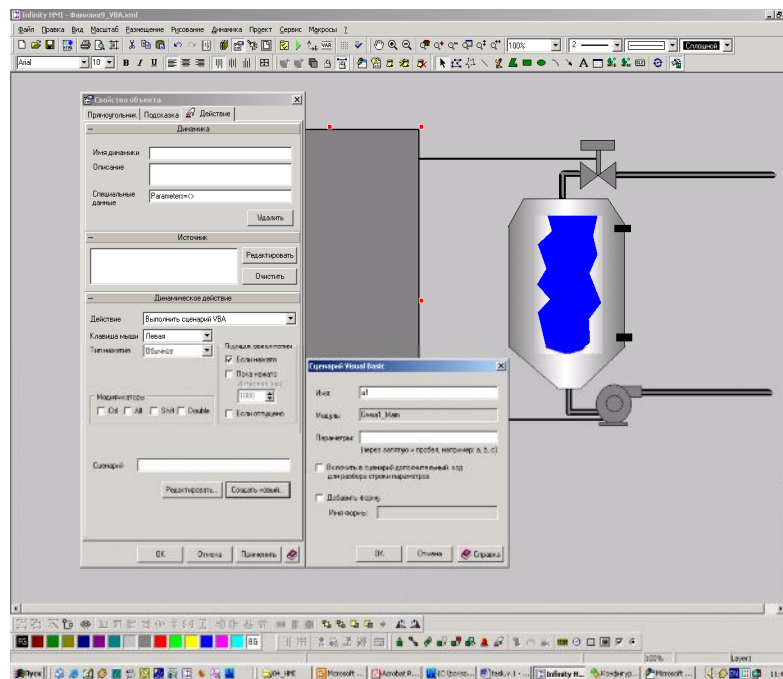

Рис. 5.2. Настройка вызова скрипта по щелчку на черный ящик
- Для упрощения отладки VBA скрипта сделайте следующее: Все кнопки сделайте «С фиксацией», а на черном ящике добавьте динамику «Динамическое действие», как показано на рис. 5.2. Здесь a1 – это название VBA скрипта (можно использовать любое имя, соответствующее спецификации символьных имен: процедур, переменных и т.д.). Теперь VBA скрипт будет вызываться только по щелчку на черный ящик. Причем, начальное состояние входных сигналов можно будет задать при помощи кнопок до вызова скрипта. InfinityNMI может добавить код для разбора специальных параметров и/или форму, но в нашей работе этого не требуется.